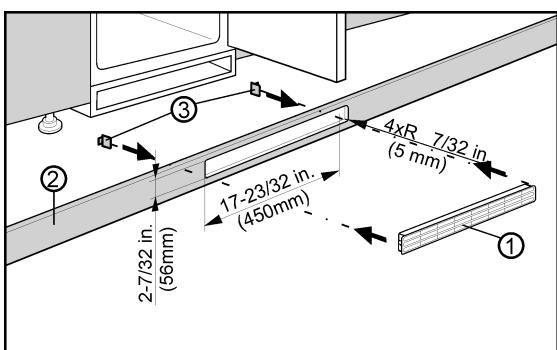

Fig. 6
La ventilación inferior a través del suelo del mueble de cocina puede practicarse con la rejilla de aire Fig. 6 (3) suministrada o mediante un orificio de ventilación con áreas transversales de al menos 31 pulg² (200 cm²). Si utiliza la rejilla de aire Fig. 6 (3) proporcionada, realice lo siguiente: